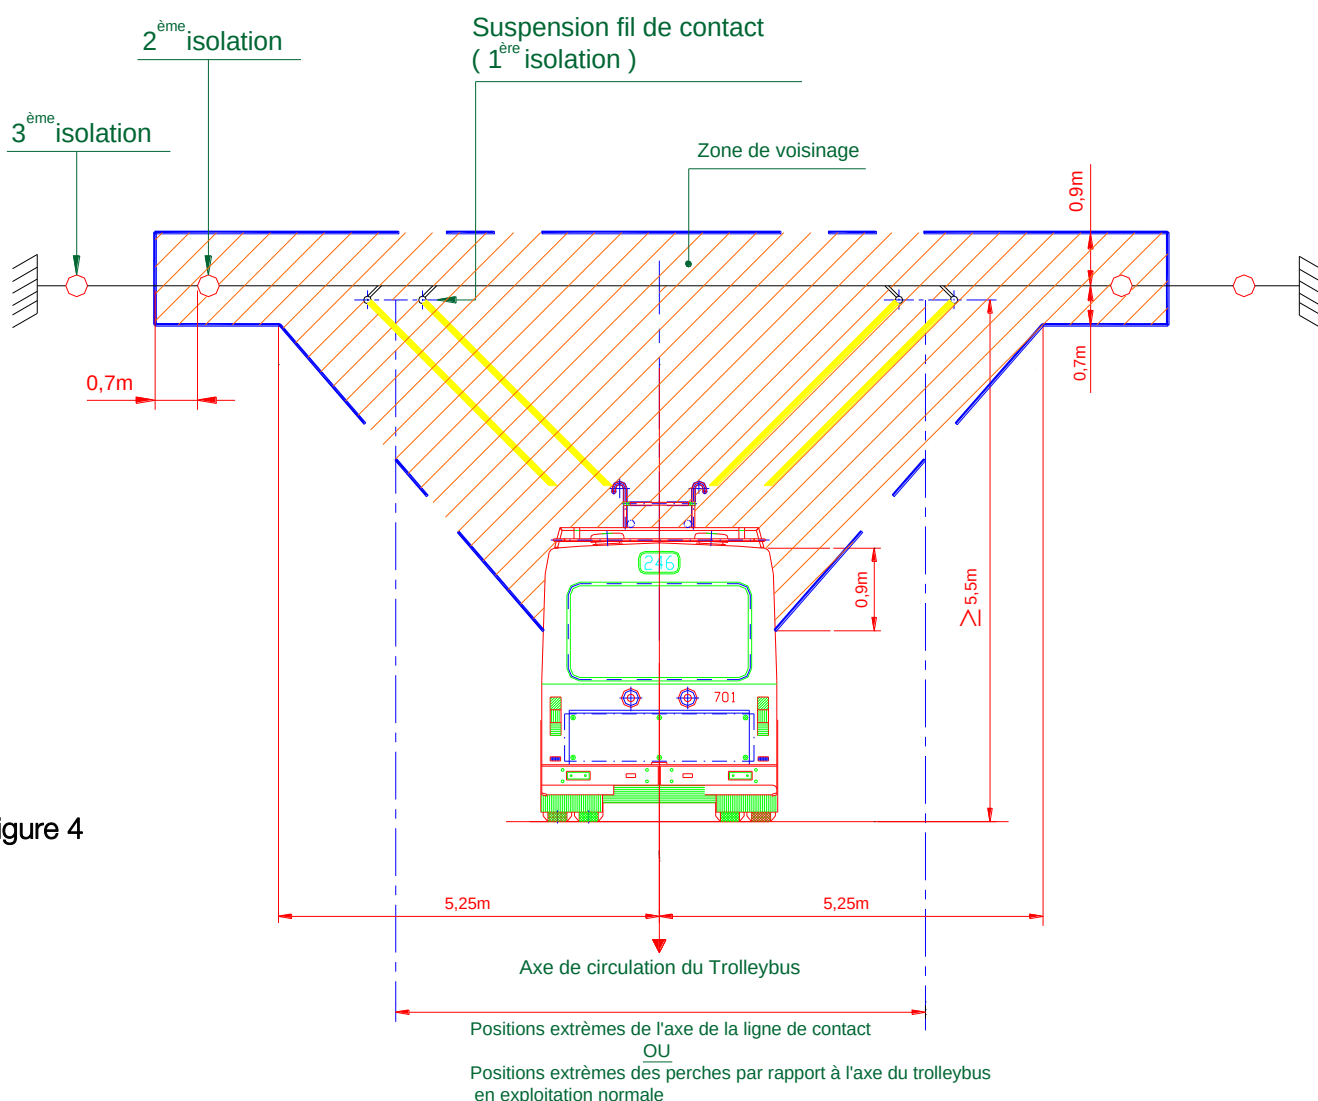

Figure 4
- Si la distance entre l'échafaudage et la deuxième isolation du hauban DH est inférieure ou égale à 2,15m ($2,15\text{m} = 1,45\text{m}$ selon fig.1 + $0,7\text{m}$ selon fig 4 et 5)